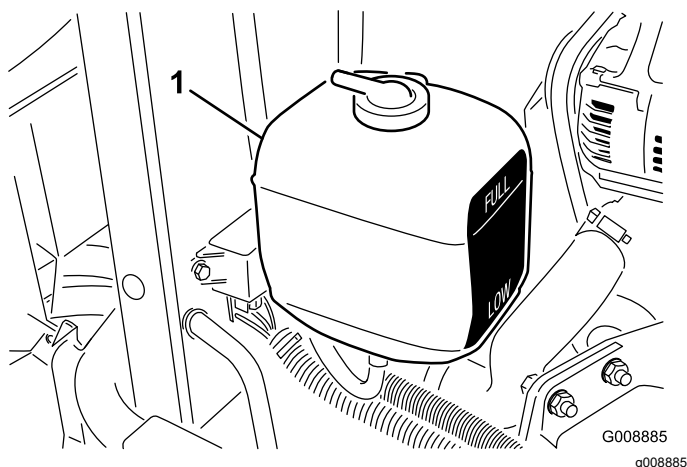

Figura 31
2. Verifique o nível de líquido de refrigeração do depósito secundário (Figura 31). Num motor arrefecido, o líquido de arrefecimento deve estar entre as marcas existentes no lado do depósito.